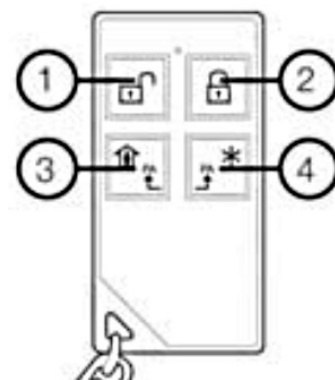

Рисунок 40. Кнопки брелока FW2-RMT-8F
2. Брелок – сначала удалить предыдущую регистрацию одновременным нажатием кнопок ② и ③ (см. рисунок 40). Регистрация – одновременно нажать кнопки ③ и ④;